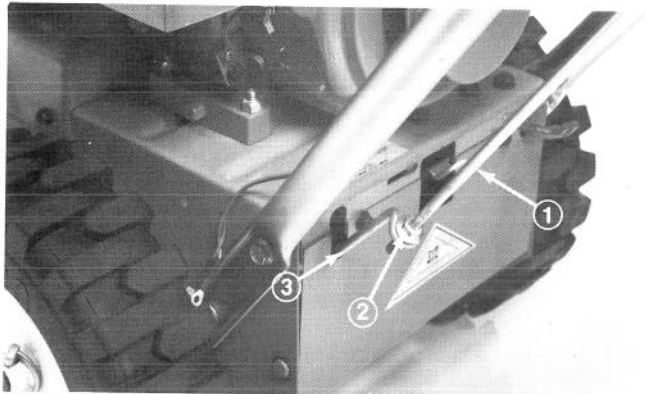

Abb. 4
2. Antriebsstange durch Luppe in die untere Antriebsstange einstecken (Abb. 4).